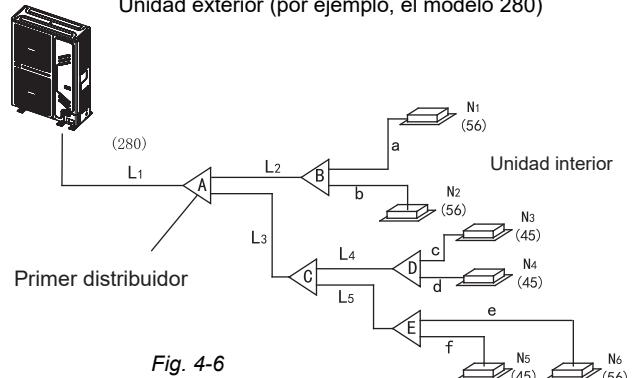

Fig. 4-6
- Tubería principal (consulte la Fig. 4-6 y Tabla 4-4)
En la Fig. 4-6, donde la capacidad de la unidad exterior es de 28kW conectada a la tubería principal L1, compruebe en la tabla 4-4 si el tamaño de las tuberías de gas y líquido son  $\Phi 22.2 (7/8)/\Phi 9.5 (3/8)$ . Si la longitud de las tuberías de gas y líquido sea  $>90m$ , según la tabla 4-4 y el principio de valor máximo, el tamaño de las tuberías de gas y líquido debería ser  $\Phi 25.4 (1")/\Phi 12.7 (1/2)$ .